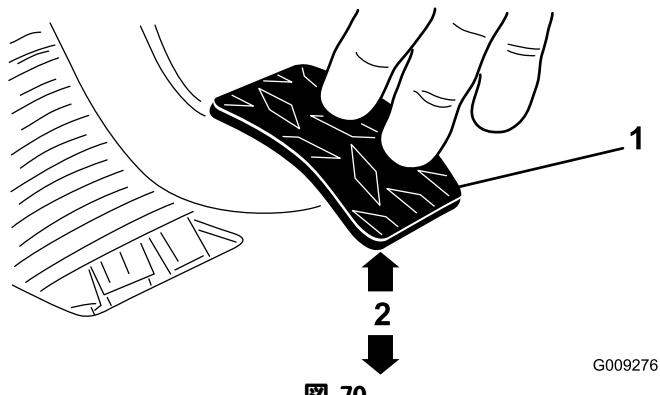

図 70
3. ジャムナットまたはボールジョイントを調整する； 1.8 kgの力でクラッチペダルを踏んだ時にペダルの裏面の下端が床のダイヤモンド柄の頂部から 9.5 ± 0.3 cm になるようにする（図 70）。